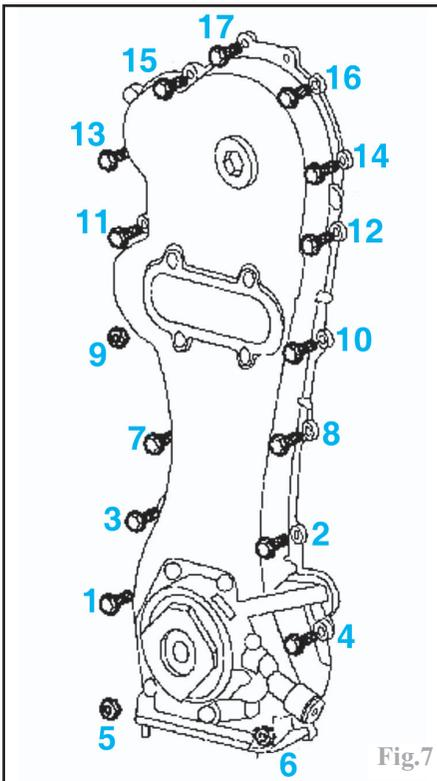

Fig.7
-le carter de distribution (14 vis et 3 écrous) (Fig.7).
-le carter de distribution dans l'ordre prescrit (Fig.7).